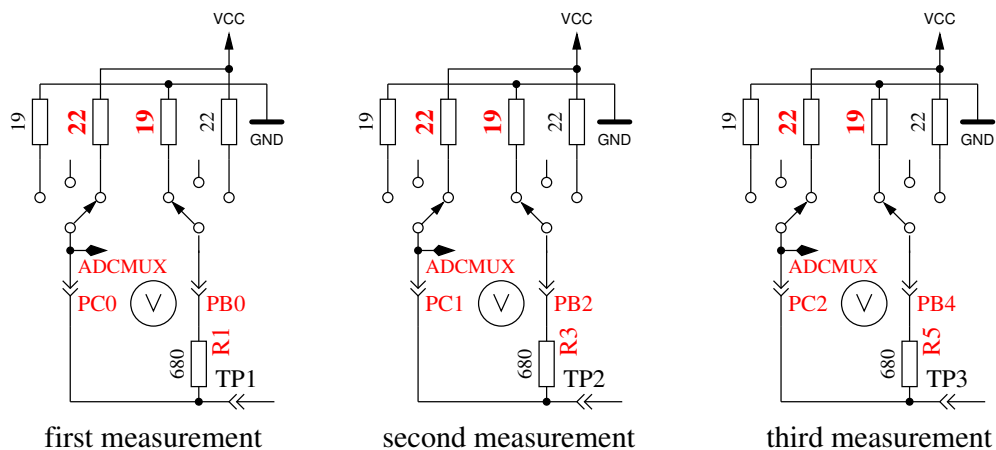

Abbildung 5.57. Messung des Innenwiderstandes des auf VCC geschalteten Port-C-Ausgängen.
9. **Messung des Innenwiderstandes von auf VCC geschalteten Port-Ausgängen.** Der benötigte Strom wird von auf GND geschalteten 680Ω-Widerständen geliefert. Es ist die gleiche Messung wie die in Test 8 zur anderen Seite, wie in Abbildung 5.57 gezeigt wird. Der Innenwiderstand wird wie folgt berechnet: Um den Strom zu berechnen: $(5001 - (\text{ErgebnisvonTest8}) - (\text{ErgebnisvonTest9}))/680$. Die Widerstandswerte ergeben sich, wenn die gemessene Spannung durch diesen Strom dividiert wird. Das Ergebnis für diesen Test wird dann in Zeile 1 mit dem Text „RI_Hi=“ in Ω angezeigt, der Innenwiderstand zur GND-Seite wird in Zeile 2 mit dem Text „RI_Lo=“ angezeigt. Diese Werte werden ab Software-Version 1.06k bei jeder Messung neu bestimmt und hier nur dargestellt.